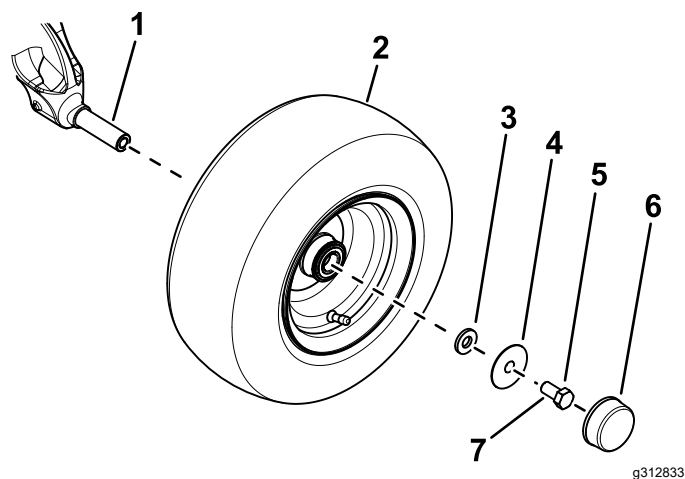

Рисунок 3
- В. Используйте малую шайбу, большую шайбу, болт (5/8 x 1 1/4 дюйма) для крепления колеса к шпинделю моста (Рисунок 3).
D. Установите пылезащитный колпачок на колесо (Рисунок 3).